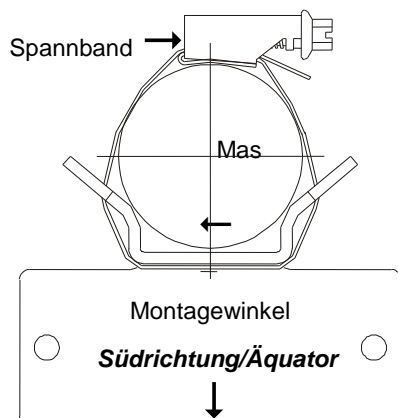

Abbildung 9: Spannbänder mit Mast und Montagewinkel
Zuerst sollte der Montagewinkel (mit oder ohne Gehäuse) an den Mast befestigt werden. Wegen den Abschattungseffekten durch den Mast ist der Winkel an die höchst mögliche Stelle zu platzieren. Den Winkel gemäß **Abbildung 9** nach Süden ($\pm 10^\circ$, Nordhalbkugel, gilt nicht für Montage direkt an einer Strasse) ausrichten und am oberen Ende des Mastes befestigen. Empfehlenswert ist eine zweite Person, die den Laser-Niederschlags-Monitor während der Montage festhält. Falls keine zweite Person zur Verfügung steht, kann der Montagewinkel auch vom Laser-Niederschlags-Monitor getrennt werden (unten 2 Muttern M6, oben 2 Schrauben [zugänglich nach Öffnen des Gehäusedeckels]).
3. Das freie Ende der vorbereiteten Schelle um den Mast und Montagewinkel legen und einschrauben (**Abbildung 9**)